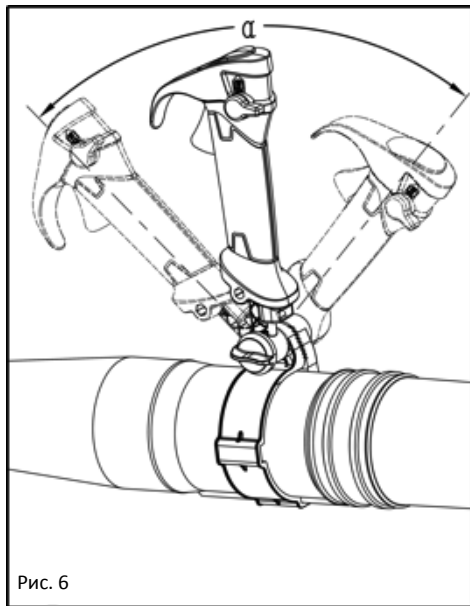

Рис. 6
- Рукоятка управления может устанавливаться в различных положениях. Для регулировки положения ослабьте фиксирующий винт, поверните рукоятку в удобное положение, после чего надежно затяните фиксирующий винт (рис. 6) от руки.